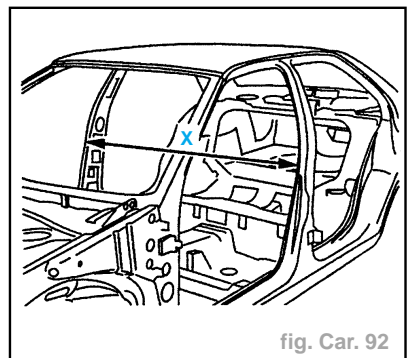

fig. Car. 92
- Contrôler le jeu $X = 1460$ mm (fig. Car. 92).